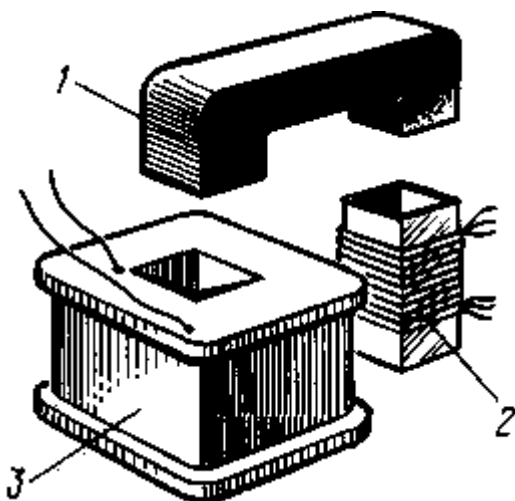

Рис.2
Весьма привлекательно применение в аэроионизаторе телевизионного трансформатора строчной развертки ТВС-110Л6, вывод 3 которого соединяют с конденсатором C1, выводы 2 и 4 - с "общим" проводом (управляющий электрод тринистора и другие детали), а высоковольтный провод - с конденсатором C3 и диодом VD3 (рис. 2,6). В этом варианте, как показала практика, желательно использовать высоковольтные диоды 7ГЕ350АФ либо КЦ105Г и другие диоды с обратным напряжением не менее 8 кВ.
Трансформатор Т2 выполнен на ферритовом магнитопроводе от телевизионного строчного трансформатора серии ТВС, состоящем из двух половинок (1) - рис. 2.